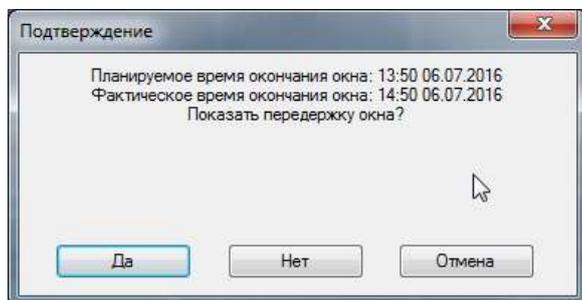

Рис.195. Окно подтверждения передержки «окна».
4. В случае, если время фактического окончания «окна» превысит время окончания окна по приказу может быть показана передержка «окна». Появится окно «Подтверждение» (см. рис. 195)